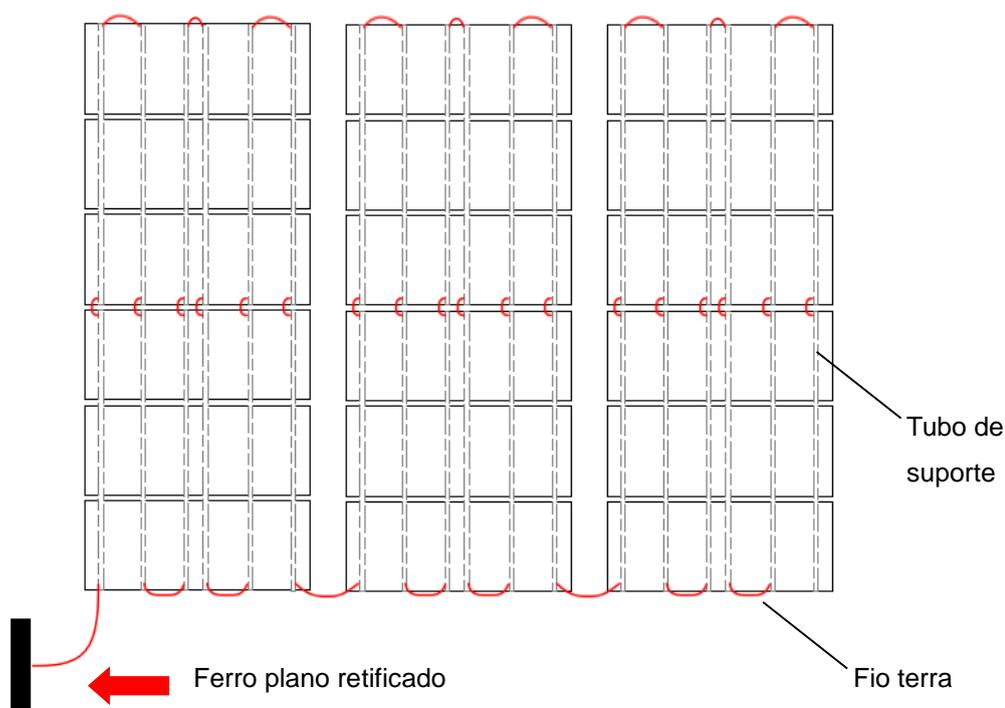

Figura 17
- ① Antes da construção do produto, todos os materiais e adesivos a serem processados devem ser armazenados por pelo menos 24 horas em condições iguais (como 5°C - 40°C) e protegidos da luz solar, da água da chuva e de outros fatores climáticos.
- ② Limpe o substrato do telhado. A superfície do telhado deve estar limpa, seca e livre de óleo, poeira e outros resíduos de poluição. Cada etapa do processo de construção deve evitar a poluição secundária da superfície do material limpo. Se houver poluição, a superfície deverá ser limpa novamente.
- ③ A construção no local deve atender aos requisitos do adesivo estrutural selecionado para o ambiente de construção, a tecnologia de construção e outros requisitos de construção.
- ④ A posição do adesivo do tubo de suporte deve ser determinada pela linha de giz, e o adesivo estrutural deve ser aplicado no substrato de acordo com as regras de colagem no local em que o produto precisa ser instalado. Em seguida, instale os tubos.
- ⑤ Instale o condutor de aterramento, de modo que os tubos de suporte sob todos os produtos sejam conectados em um caminho condutor para conduzir o barramento para fora e conectados ao barramento de aterramento, que está conectado à haste de aterramento. A profundidade da estaca de aterramento é superior a 1,5 m e a resistência de aterramento é inferior a 4Ω . (conforme mostra a Figura 17)